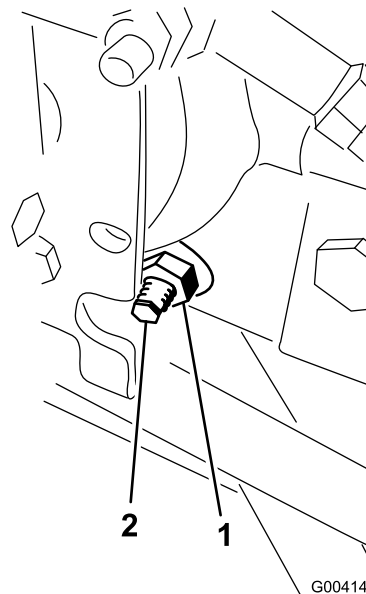

Figura 66
3. Dal lato destro dell'idrostat, allentate il dado di bloccaggio sulla camma di regolazione della trazione (Figura 66).